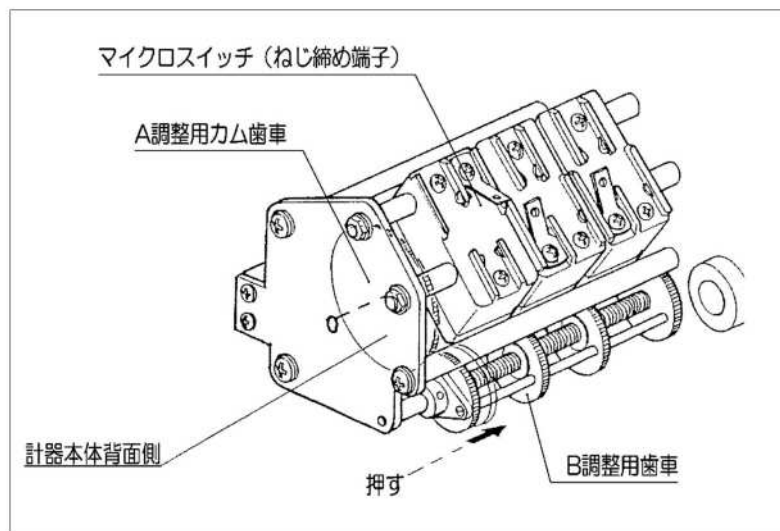

図 3.接点の調整(T-4Y*)
1. 発信機構側のカバーを外して組み付いているマイクロスイッチに貼付されている接点識別で調整する部分を確認し、B 調整用歯車を矢印方向に押して A 調整用カム歯車との噛み合いを解除してカムが手で操作可能な状態にします(図 3.)。